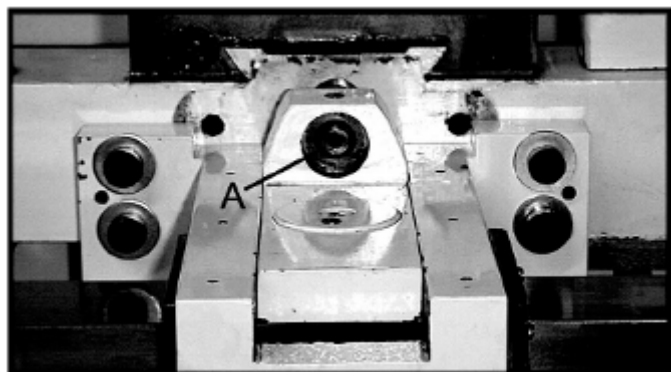

Рис. 5
7. Установите болт поперечной подачи (А, Рис. 5) в отверстие блока подачи. Поверните рукоятку поперечной подачи, она должна вращаться свободно.